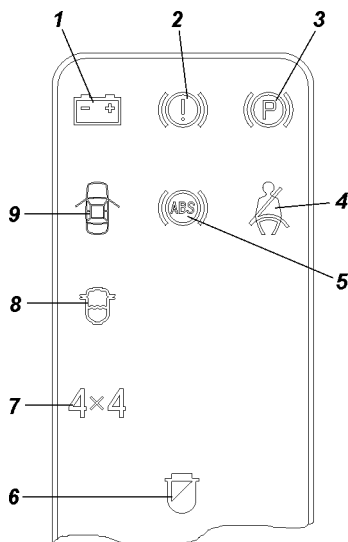

Рис. 3. Блок сигнализаторов
**3 - блок сигнализаторов (изображен на рис. 3)**
На рис. 3 изображен блок сигнализаторов.